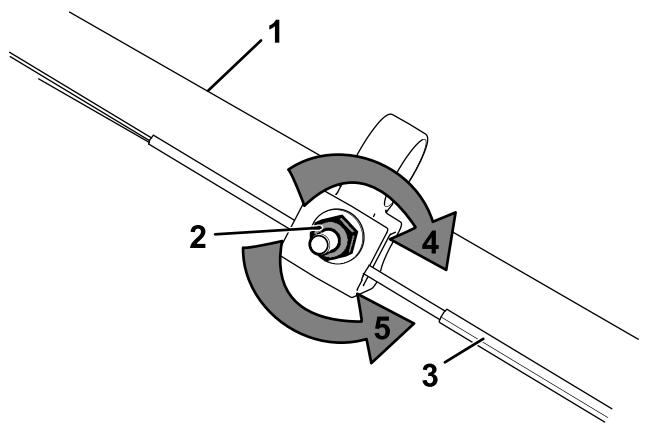

Figura 34
1. Gire la tuerca de ajuste en sentido antihorario para aflojar el cable (Figura 34).
2. Ajuste la tensión del cable (Figura 34) tirando del mismo hacia atrás o empujándolo hacia adelante, y manténgalo en esa posición.